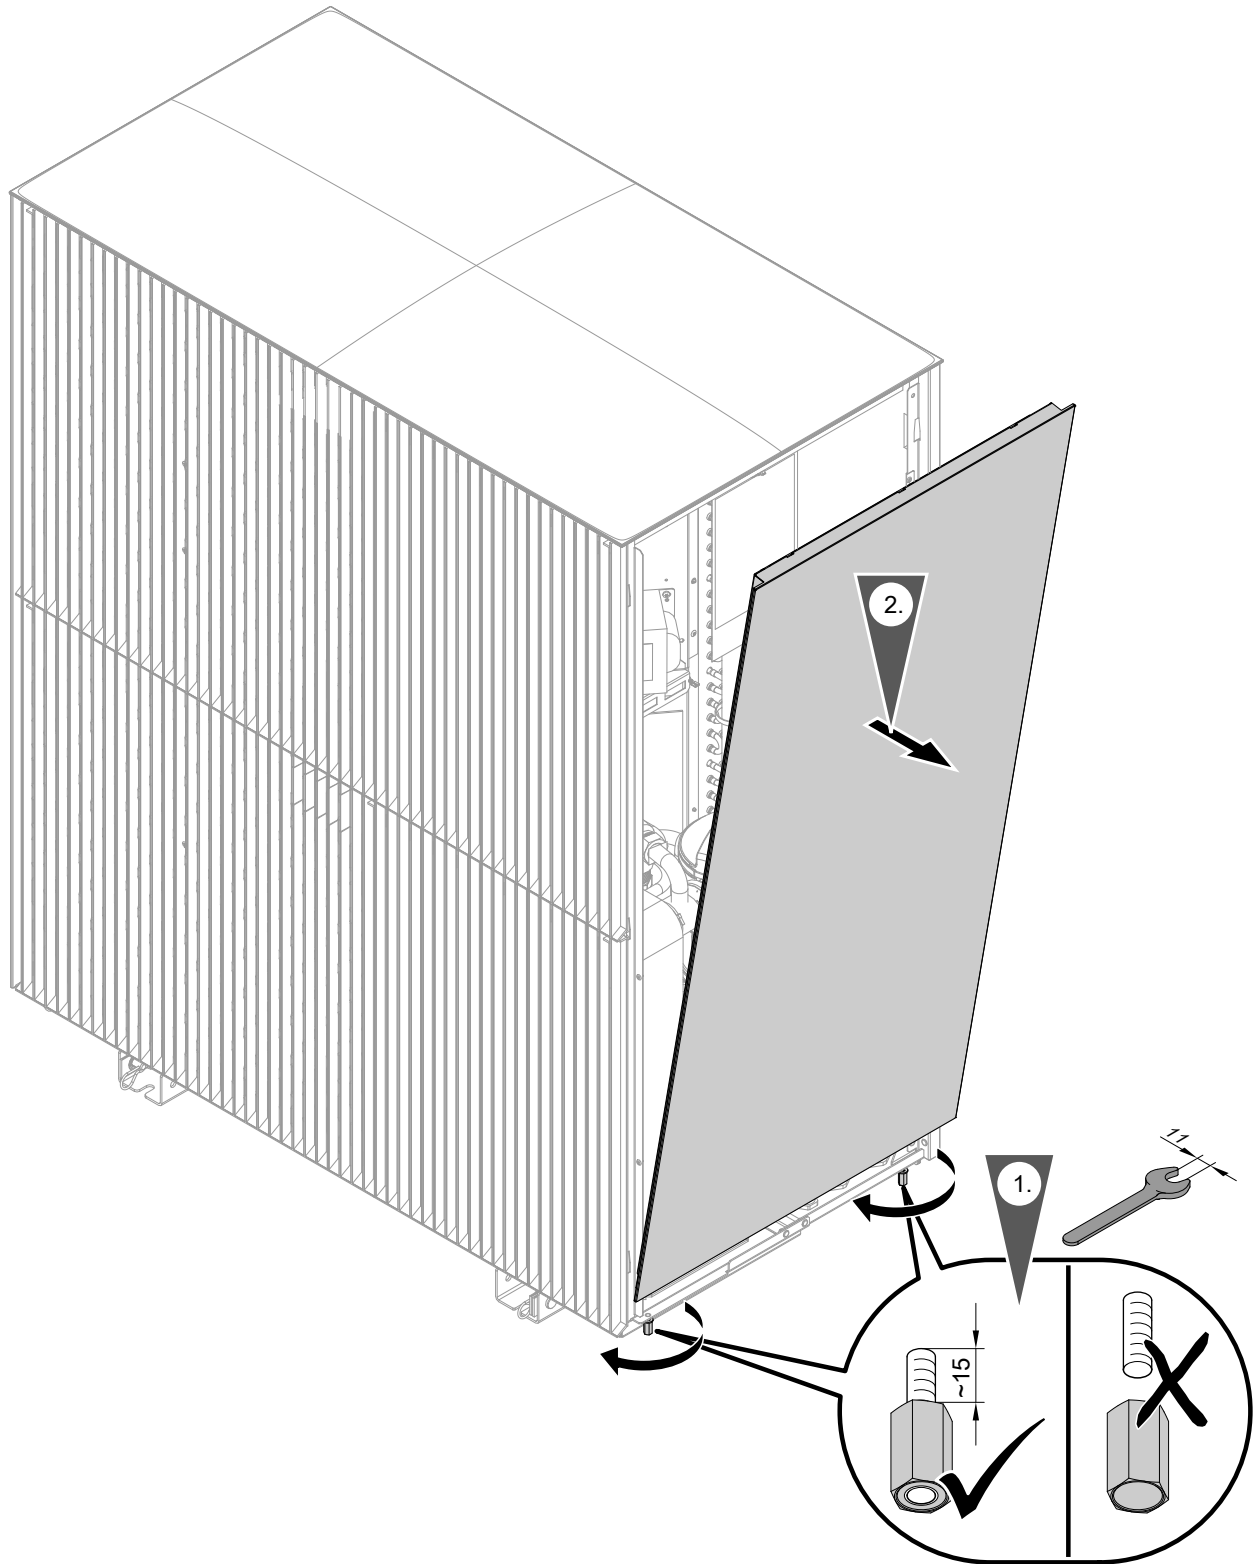

Abb. 101
1. Seitenverkleidung rechts abbauen: Siehe Abb. 101.
6. Seitenverkleidung rechts abbauen: Siehe Abb. 101.